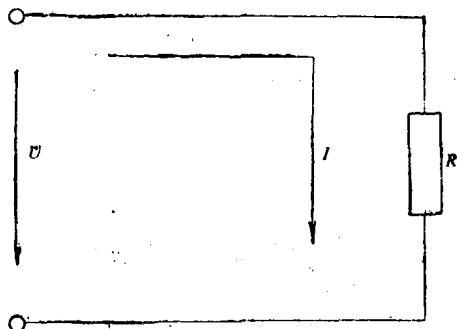

图 1-1 简化直流电路
(2) 欧姆定律 在简化的直流电路中, 可把线路中所有电阻看成一个集中的电阻, 如图 1-1。通过电阻 R 的电流 $I(\text{A})$, 与加在电阻两端的电压 $U(\text{V})$ 成正比, 与电阻值 $R(\Omega)$ 成反比。即